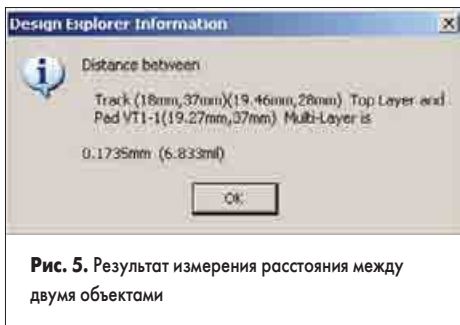

Рис. 5. Результат измерения расстояния между двумя объектами
16. Наведем указатель мыши на второй конфликтный объект — контактную площадку вывода транзистора VT1 — и выполним на ней щелчок левой кнопкой мыши. На экране появится окно Design Explorer Information с сообщением, что расстояние между указанными линией и контактной площадкой равно 0.1735 мм (рис. 5). Далее разра-